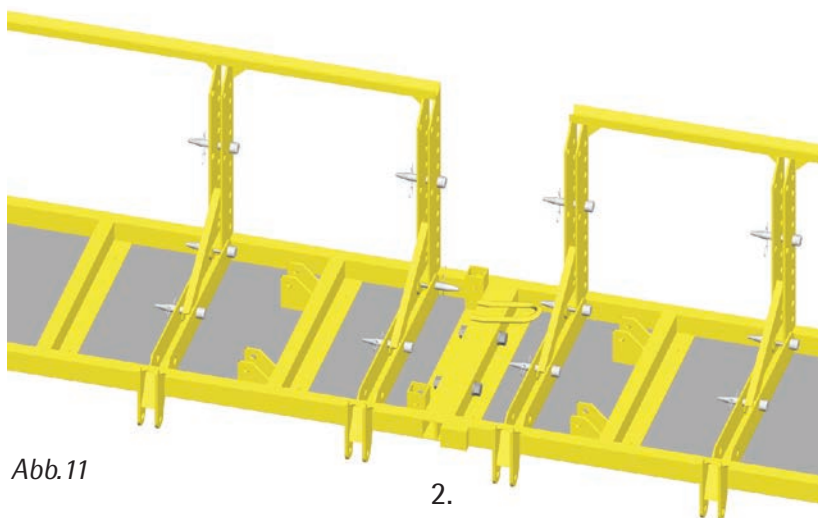
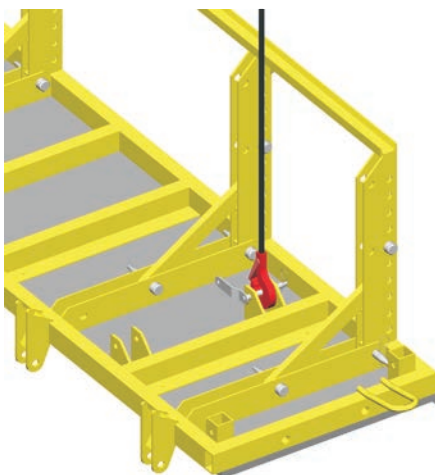

Abb. 11
Abb.14
2. Flügel (oder Flügel mit Aufstockwinkel) zusammenführen und die Ober- bzw. Unterteile mit zwei Aufstockschrauben je Rahmen verbinden (Abb. 11 u. 12). Der Transport erfolgt gemäß Abb. 14 auf Seite 11.
2. Zweiten Flügel vorbereiten und entsprechend Abb. 14 transportieren. Die Krananhangung erfolgt über den Steckbolzen 130 kpl. in den Anhängelaschen für die Richtstrebe (2 Anhängungen).